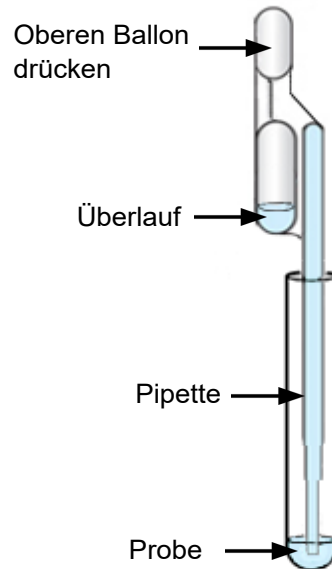

Abbildung 3. Transferpipette
1. Drücken Sie den oberen Ballon der Transferpipette **vollständig** zusammen und stecken Sie die Spitze der Pipette in das Röhrchen mit ESwab Transportmedium mit der darin enthaltenen Patientenprobe (siehe Abbildung 3).
3. Um die Patientenprobe in die Kartusche zu überführen, entleeren Sie den Pipetteninhalt in die große Öffnung (Probenkammer) in der Kartusche gemäß Abbildung 4, indem Sie den oberen Ballon der Transferpipette erneut vollständig zusammendrücken. Im Überlaufballon der Pipette bleibt eventuell überschüssige Probe zurück; dies ist in Ordnung (Abbildung 3).